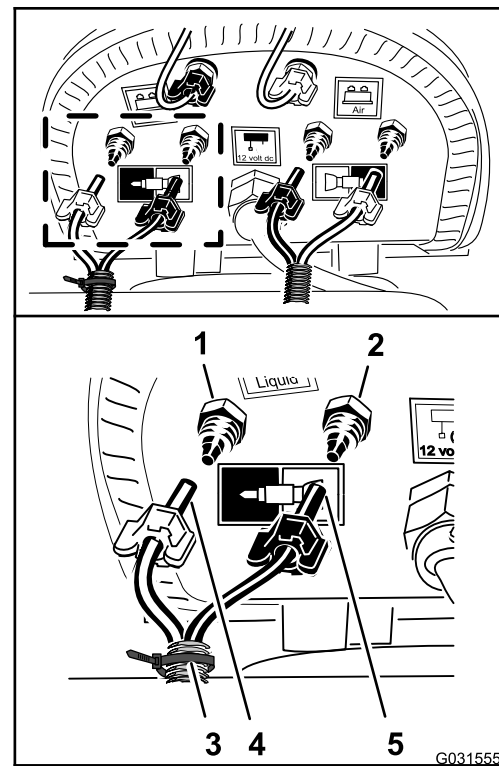

Figura 145
- Collegate il tubo con la fascetta per cavi che avete preparato al passaggio 9 di Preparazione dei nuovi gruppi dei tubi per gli ugelli del tracciafile schiumogeno (pagina 16) allineando il tubo blu per la sezione di irrorazione di destra sul raccordo di compressione per il circuito dell'acqua della sezione di irrorazione di destra (Figura 145).
- Montate il dado di compressione del tubo sul raccordo e serrate il dado manualmente (Figura 145).
- Allineamento del tubo trasparente per la sezione di irrorazione di destra sul raccordo di compressione per il circuito dell'aria della sezione di irrorazione di destra (Figura 145).